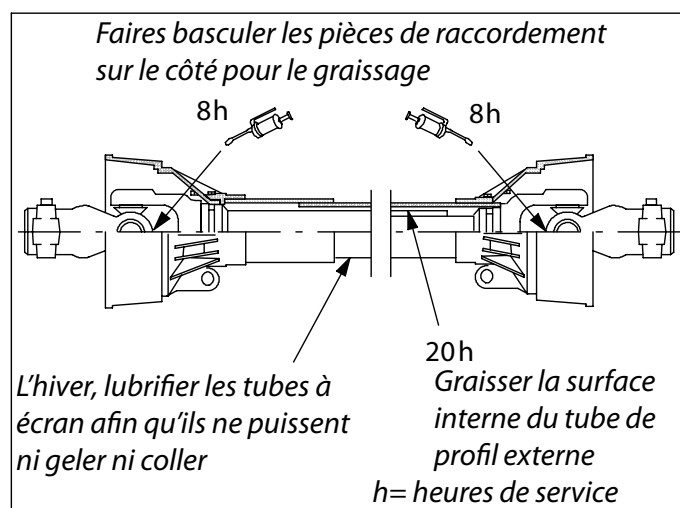

Fig. 9. Points et intervalles de graissage pour l'arbre de prise de force
- Graisser l'arbre de prise de force avant la mise en service et ce, de manière régulière tel qu'indiqué à la Fig. 9.